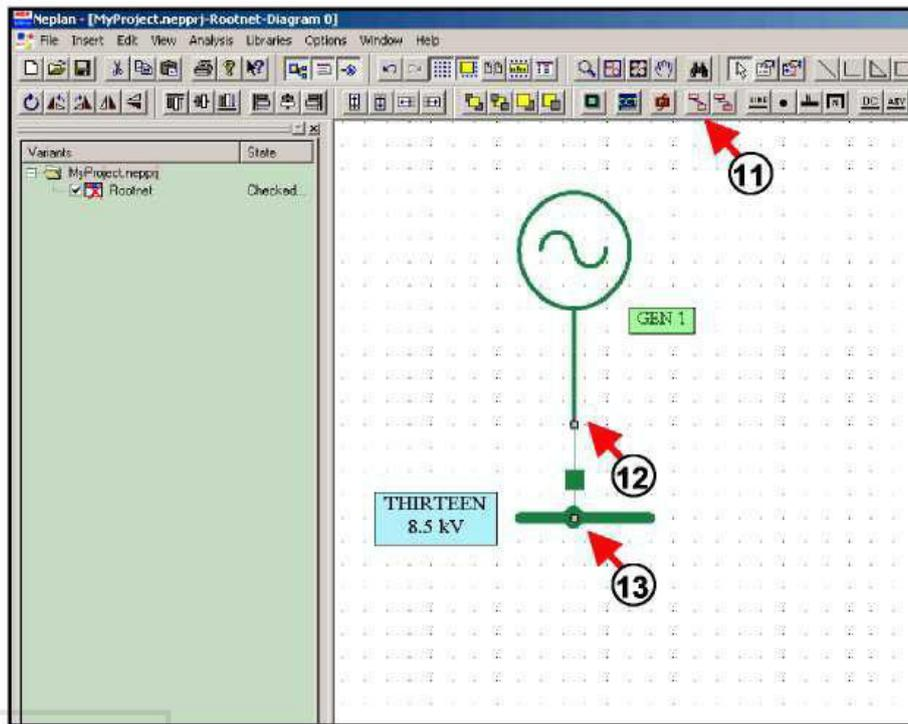

Рисунок 2.9 – З'єднання елементів з допомогою зв'язку
**Введення зв'язків.** Для з'єднання елементів з елементами або вузлами необхідно використовувати зв'язки. Для цього потрібно натиснути кнопку зв'язку на панелі інструментів (рис. 2.9).